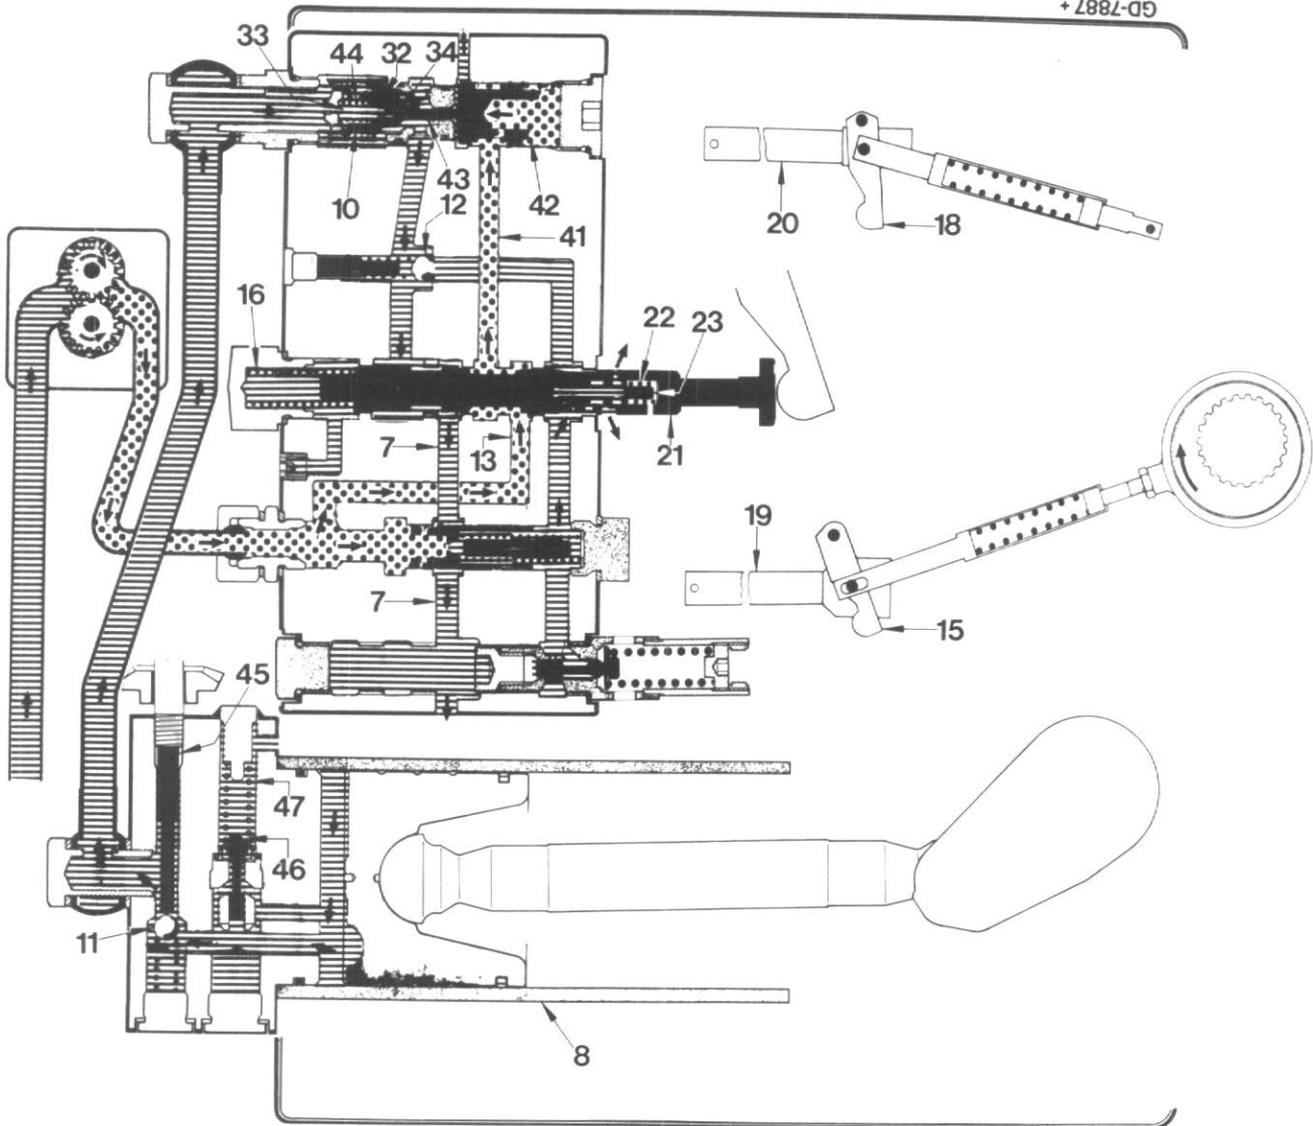

Fig. 6
Pour provoquer l'abaissement, il suffit d'abaisser à fond le levier (19 ou 20, Fig. 6) engagé sur le secteur. Cette action relâche la pression exercée par le balancier sur le tiroir, et permet au ressort (16) de placer le tiroir en position d'abaissement. La pression de la pompe peut maintenant emprunter les passages (13 et 41) pour venir agir sur le piston (42) dont l'axe de poussée (43) soulève la bille (34) en la poussant de son extrémité. Il en résulte une chute de pression dans la chambre (33). Le clapet d'étranglement (32) empêche l'huile de remplir de nouveau rapidement la chambre (33). La différence de pression aide à l'ouverture du bonhomme de clapet (10). Celui-ci ouvert, le fluide hydraulique venant du vérin de relevage (8) applique la bille (12) du clapet anti-retour sur son siège et emprunte le passage (7) afin de retourner au réservoir, après avoir traversé le filtre de retour.